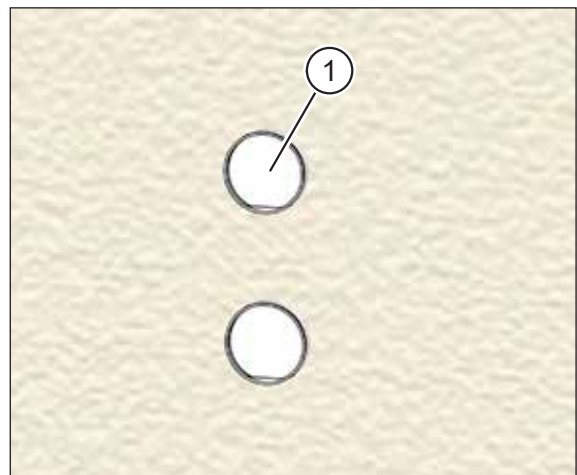

Abb. 32: Montageset außen verputzt
- ▶ Entfernen Sie beide Putzschutzhülsen (Pos. 1 in Abb. 32).